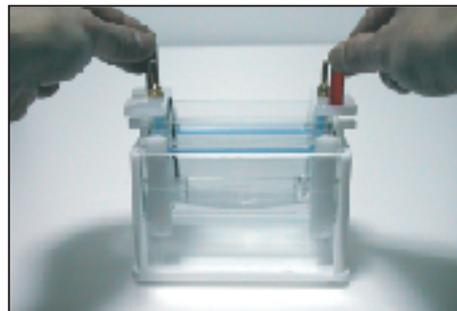

図5
6. **XV PANTERA Gel**カセットを装着したアッパーバッファーチャンバーをセルベースに挿入します。この時セルベースのストッパーが外側を向いていることを確認してから挿入して下さい。(図5)